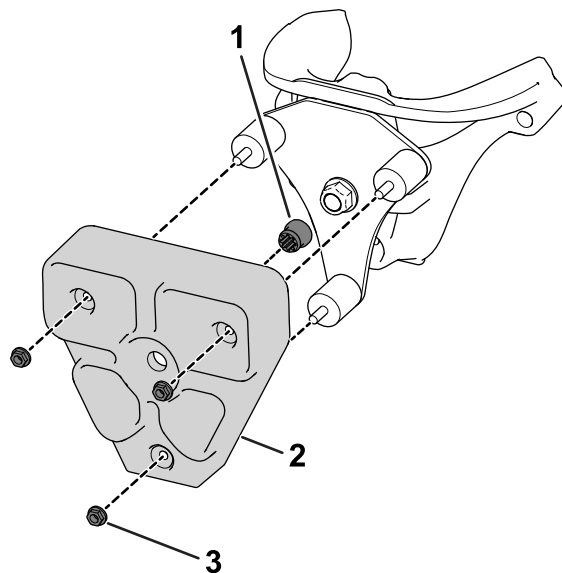

Figura 6
- Inserite un gommino nella zavorra TMD (**Figura 6**).
- Utilizzate 3 supporti dell'ammortizzatore in gomma e 3 dadi (5/16") per fissare la zavorra TMD alla piastra di supporto (**Figura 6**).